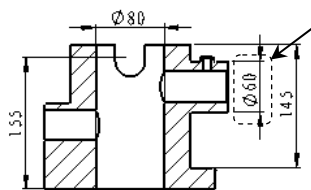
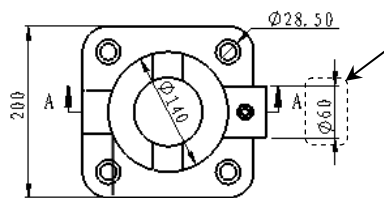

图 6.3.48 选取要移动的尺寸
图 6.3.49 放置移动的尺寸
Step2. 移动尺寸。按 Shift 键, 选取图 6.3.48 所示的尺寸 $\phi 60$, 将尺寸移动到俯视图后, 松开左键和 Shift 键, 结果如图 6.3.49 所示。